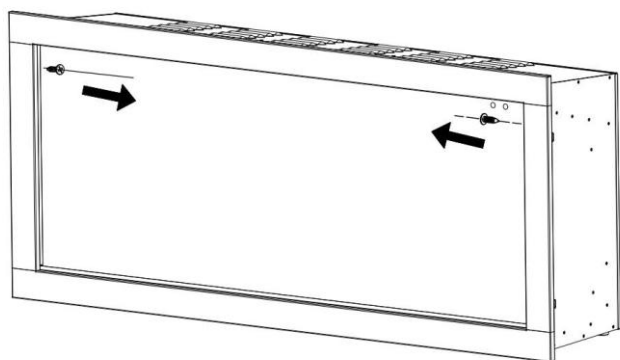

Fig. 1-1
1. Retirez les vis des deux côtés. (Fig. 1-1)